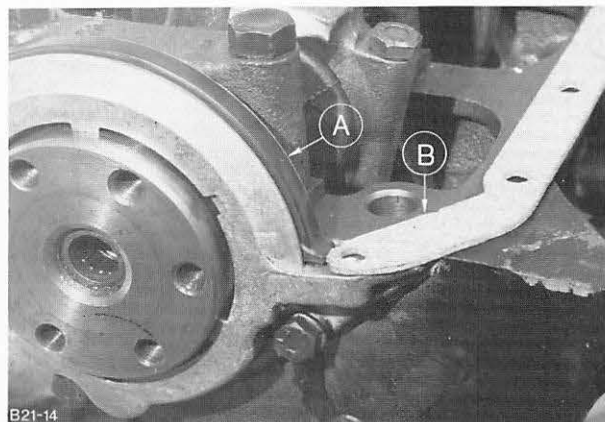

Abb. 67 Montage der Ölwanneabdichtung
54. Gummidichtung in die Nut des hinteren Dicht-ringträgers und in den Stirndeckel einsetzen. Zylinderblockdichtfläche am Stoß vom Stirndeckel und Dichtringträger hinten mit Dichtmasse bestreichen. Ölwanneabdichtung auflegen und die Nasen der Korkdichtung unter die Aussparung in der Gummidichtung schieben, Abb. 67.